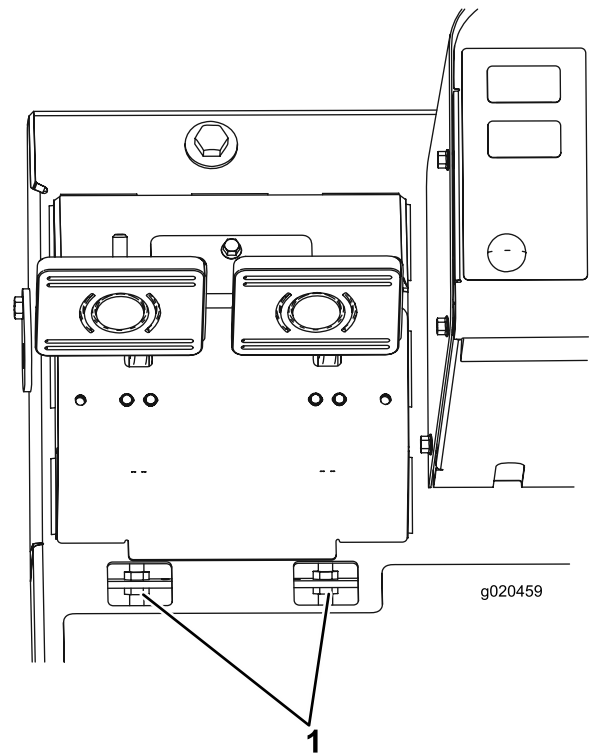

Bild 70
- B. Lockern Sie die vordere Mutter an der Gewindeseite des Bremszuges (Bild 70).